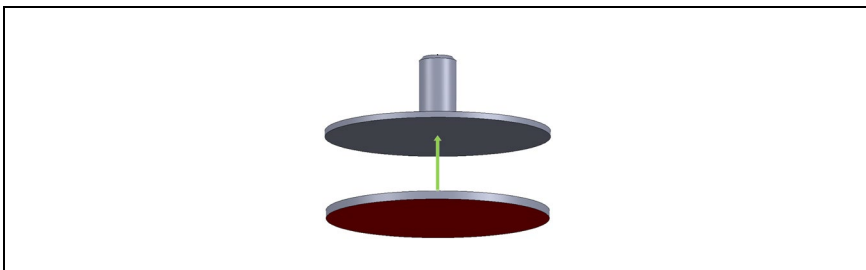

Abb. 4: Darstellung Bohrschablonen und Vorbereitung Arretierungspad
3. Mit der mitgelieferten Bohrschablone sind bezeichneten Löcher in den Gerätedeckel zu bohren, sowie die beiden Arretierungspad mit Hilfe der Klebepads (Klebeflächen reinigen) an den markierten Punkten am Gerätedeckel anzubringen. (Abb. 4)